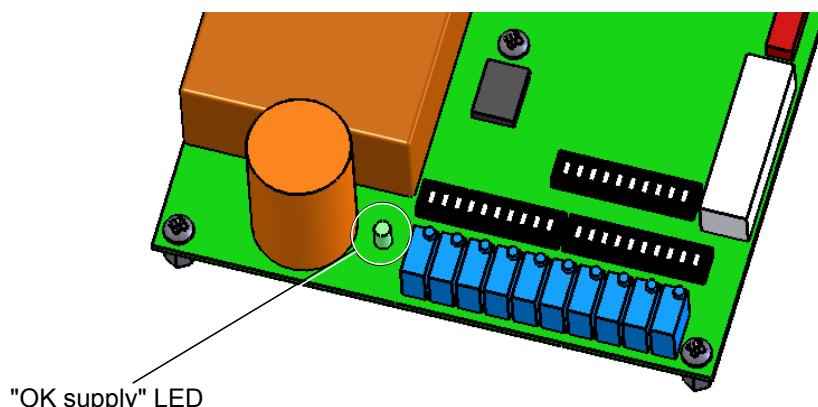

Fig. 4-5 Permanent supply check LED
- El diodo electroluminiscente de la Fig. 4-5 se apaga